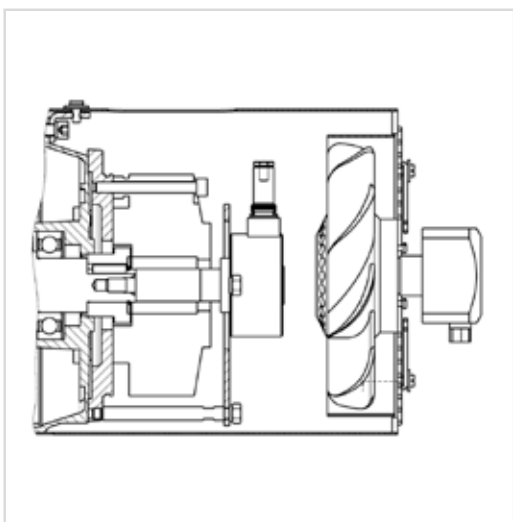

Рис. 3. Двигатели АДЧР112-355 «ТДВ»
- с тормозом, энкодером и принудительной вентиляцией – модификация «**ТДВ**» (рис. 3 и 4);